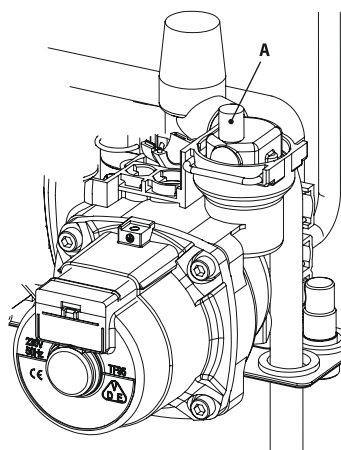

Рис. 6.1
- Ослабьте пробку автоматического воздуховыпускного клапана А (Рис. 6.1).